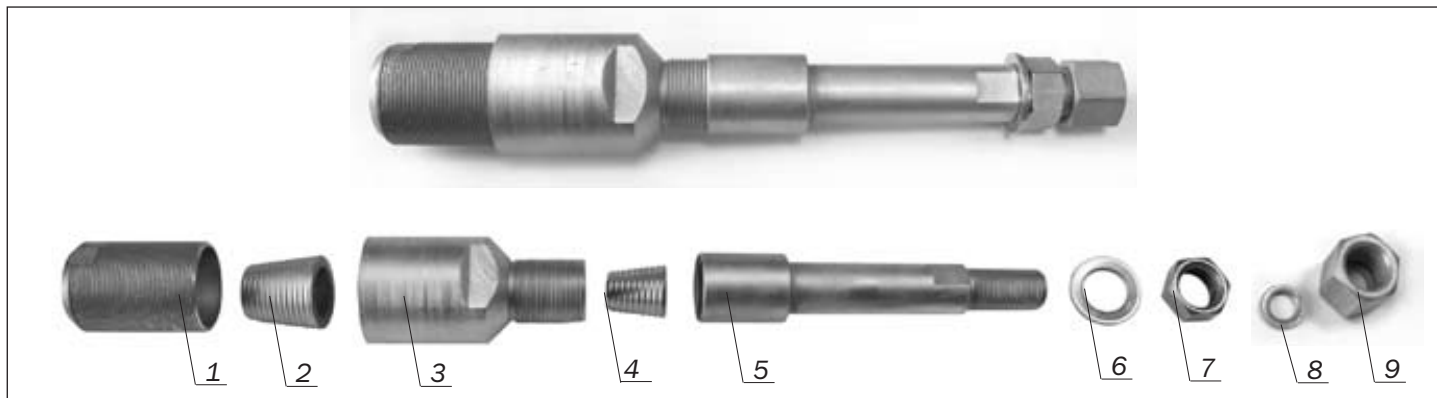

Рисунок 5.1 – Общий вид и состав узла ввода ОК с бронепокровом из двух повивов стальных оцинкованных проволок в муфте МТОК 96В:
5.1 Общий вид в сборе и состав узла ввода ОК, содержащего бронепокров из двух повивов стальных оцинкованных проволок с дополнительной ступенью продольной герметизации в муфте МТОК 96В показан на рис. 5.1.
- на участок внутренней оболочки ОК, выходящей из штуцера (с установленными гайкой и шайбой (поз. 6, 7 рис. 5.1)), намотать слой ленты 2900R размером 38x15 мм;
- надвинуть шайбу (поз.8 рис. 5.1) на внутреннюю оболочку до упора в слой ленты 2900R;
- накрутить на штуцер накидную гайку (поз.9 рис. 5.1) до упора, тем самым, прижав ленту 2900R через шайбу к торцу штуцера.